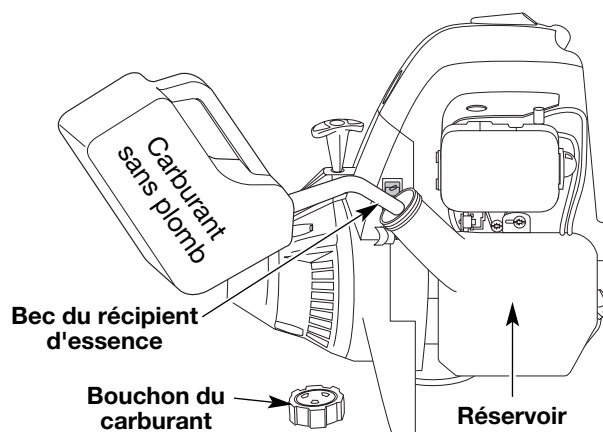

Fig. 9
1. Déposez le bouchon à essence (Fig. 9).
2. Placez le bec du récipient d'essence dans l'orifice du réservoir (Fig. 9) et remplissez celui-ci.